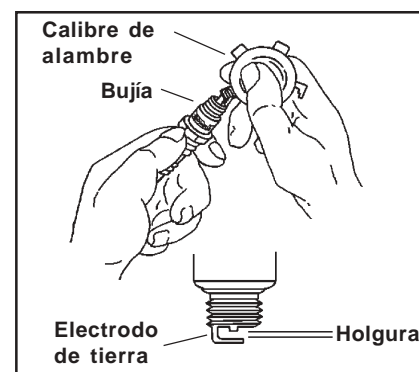

Figura 9. Comprobación de la holgura de las bujías.
**Cada 200 horas** de funcionamiento, quite la bujía y compruebe su estado. Sustitúyala si es necesario; si están en buen estado, ajuste la holgura con un calibre de espesor de tipo alambre. Doble el electrodo de tierra según la holgura especificada. Consulte la Figura 9. La holgura para motores de un solo cilindro (excepto CS4-12 y CV16) es de 1 mm. La holgura para los motores CS4-12, y CV16, SV470-610, y para todos los motores con dos cilindros es de 0,75 mm. Apriete las bujías a un par de **20 Nm** en motores CS4-12; a **28 Nm** en el motor SV470-610 y todos los motores de dos cilindros; y a **40 Nm** en los motores CH/CV11-16, CV460-493.